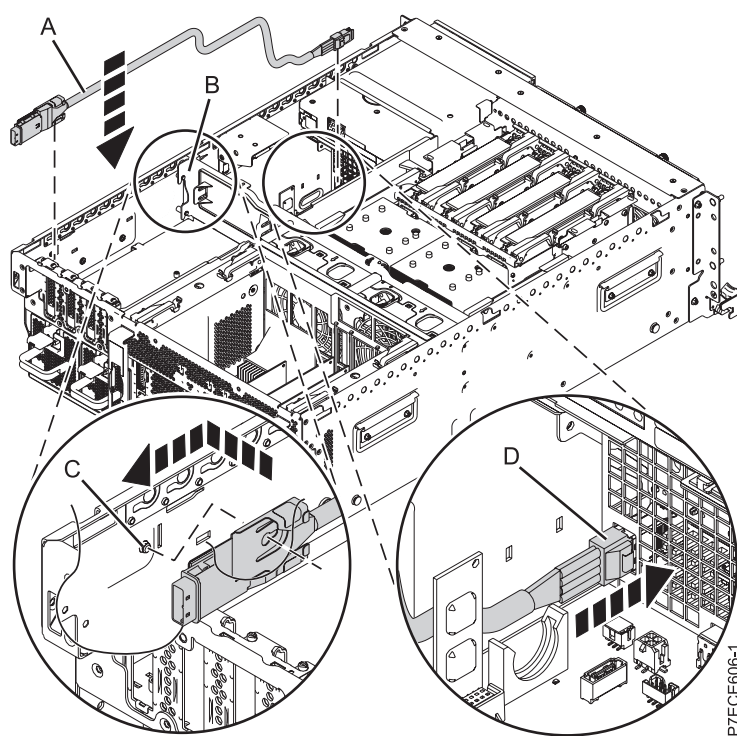

Figura 58. Substitució del cable SAS
4. Connecteu el protector del cable SAS (**A**) al port de connexió SAS extern de la placa posterior del sistema, situat en la part posterior del sistema, fins que quedi encaixat en el seu lloc, com es mostra a la Figura 58.